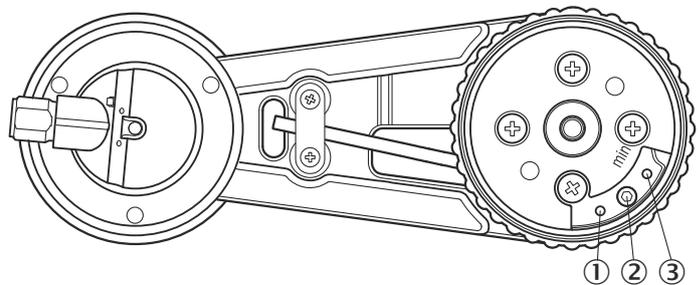

Figure 1: Setting maximum force and force limit
- ▶ Falls die Kraftbegrenzerschraube auf die maximale Kraft eingestellt ist, kann der Feststellmechanismus zum Anheben um bis zu 110° von der Nullstellung in die entgegengesetzte Richtung zur Richtung für die Krafteinstellung gedreht werden (Abbildung 1). Wenn die Kraftbegrenzerschraube auf das Minimum eingestellt ist, kann der Feststellmechanismus zum Anheben um bis zu 150° von der Nullposition gegen den Uhrzeigersinn gedreht werden. Falls mehr als 150° erforderlich sind, muss die Kraftbegrenzerschraube entfernt werden.
- In figure 1 the three different screw positions and the corresponding forces are shown. The position of the screw, defines the maximum spring force value, that can be adjusted, by screwing the screw into the defined threaded hole.